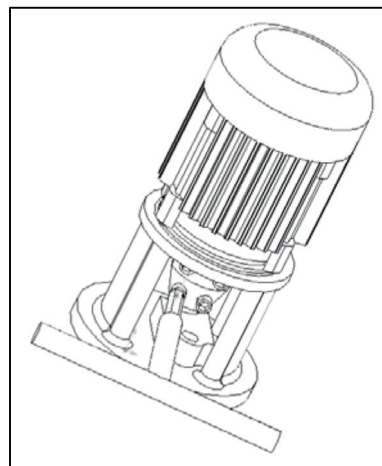

Abbildung 8: Kupplung montieren
- Alle Schrauben mit einheitlichem Drehmoment anziehen (→ Abbildung 8, S. 19). Prüfen ob die Spaltmaße zwischen den Kupplungshälften beidseitig einheitlich und gleich sind.